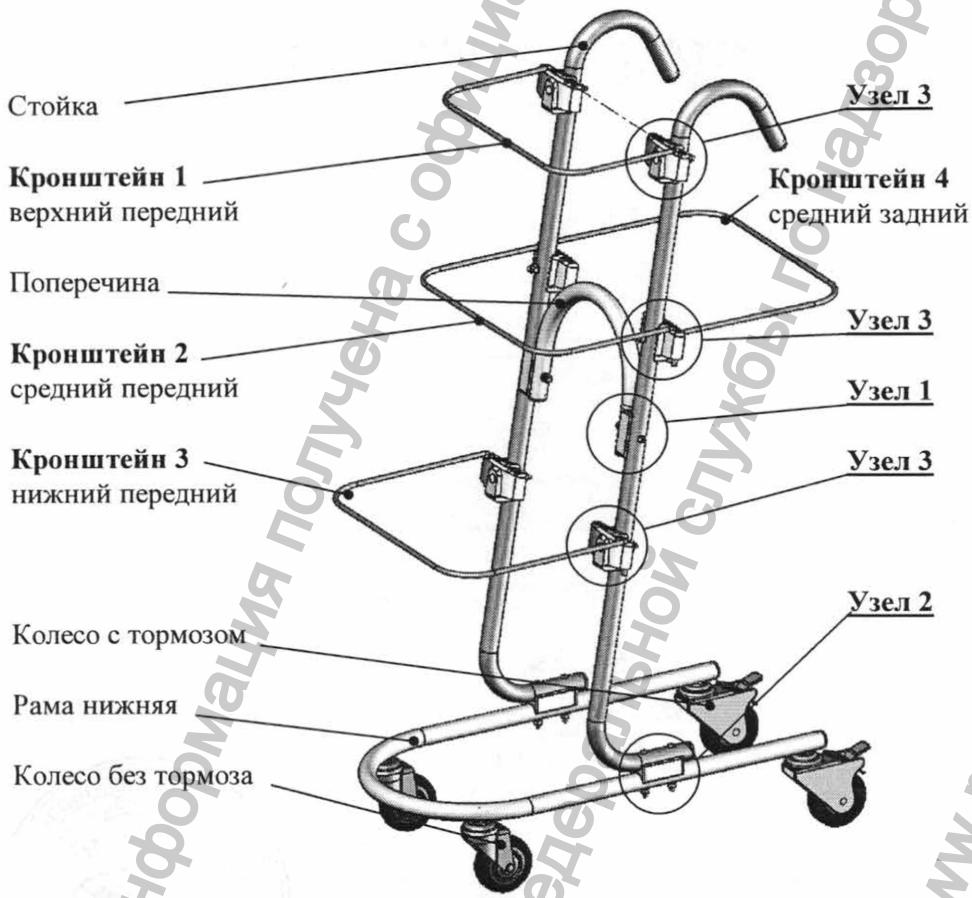

Рис. 1
- 3.2. Рама нижняя имеет колесные опоры, две из которых оснащены тормозом, что позволяет надежно фиксировать тележку при эксплуатации (рис.1).
5.3. На раму нижнюю установить колеса, закрепить при помощи болтов M10x30 через шайбы Ø10 гровер в соответствии с рис.1.
5.7. Установить кронштейны контейнеров в держатели ТК в соответствии с рис.1: